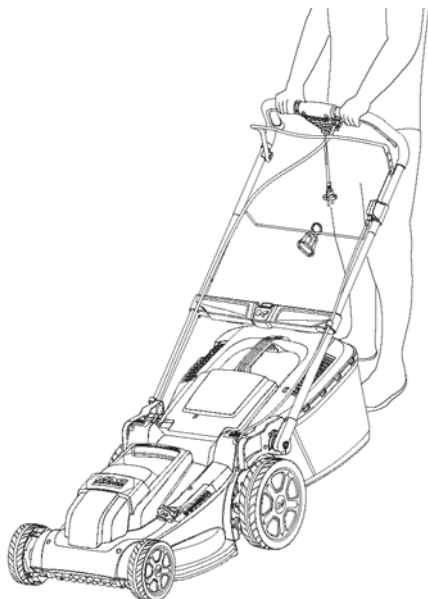

Fig.11
- > Cet appareil est conçu pour une utilisation domestique seulement. Il n'est pas conçu pour une utilisation commerciale. Ne l'utilisez pas pour d'autres travaux que ceux décrits dans le mode d'emploi. Utilisez-le de la manière adéquate (Fig.11).
- > Assurez-vous que le cordon d'alimentation [16] n'est pas coincé, puis appuyez sur le bouton de déverrouillage [5] (Fig.11).